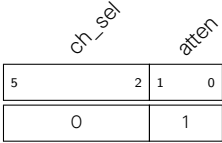

图 39.3-10. SAR ADC1 cmd1 配置示例
- 扫描 SAR ADC1 的通道 0，且衰减配置为 2.5 dB（见图 39.3-10）。